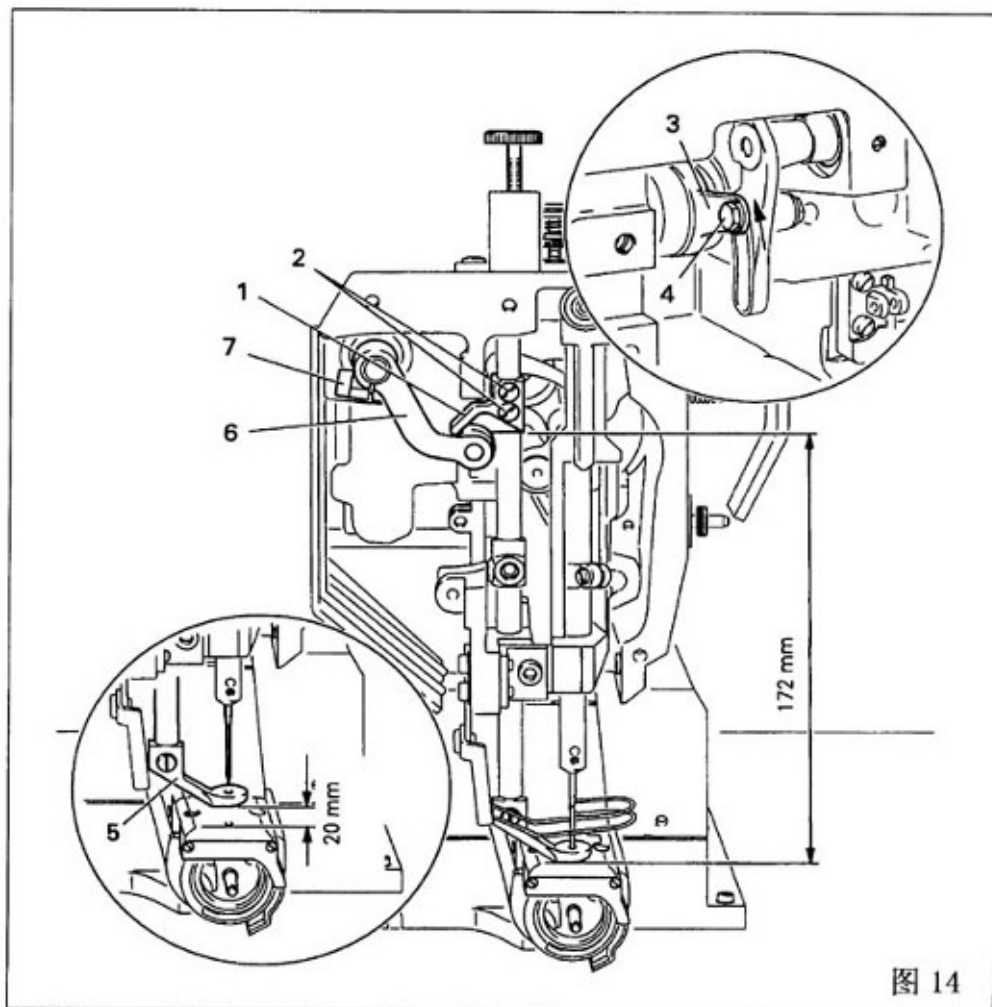

图 14
- ① 松开偏心连杆 1 的螺钉 2。
- ② 使压脚 3 落在针板上。
- ③ 松开螺钉 4 使偏心轮 5 转动。
- ④ 调整偏心轮 5 至规则所要求的位置。
- ⑤ 拧紧螺钉 4。
5) 压脚行程调节: (图 14)